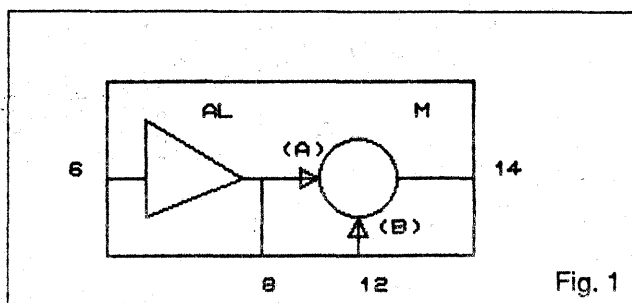

Fig. 1
Schema bloc simplificată a CI TAA661 este dată în fig. 1 și conține în principal două blocuri: un amplificator limitator (AL) și un multiplicator electronic (M). Cele două blocuri sunt conectate intern, ieșirea (8) neputând fi folosită pentru a accesa intrarea (A) a multiplicatorului. De altfel, semnalul la pinul (8) este devizat intern de 10 ori cu ajutorul unui divizor rezistiv. Rezistența de ieșire este de circa 50 Ω.
Mai mult, utilizând și celelalte blocuri (în fig. 1 este figurat doar AL) se pot realiza funcții noi și se poate lărgi aria de aplicații. În plus elementele de polarizare incluse în CI simplifică schemele fiind necesare practic doar câteva condensatoare de decuplare exterioare.